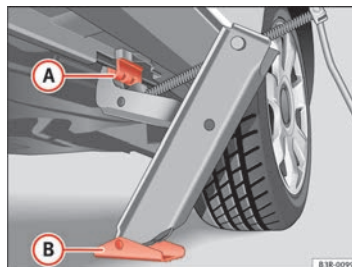

Fig. 197 Cambio di una ruota: Cric
- Applicare il cric in modo che la staffa faccia presa in corrispondenza della nervatura del montante inferiore ⇒ pag. 268, fig. 197 **A** e che la base mobile **B** appoggi bene a terra.